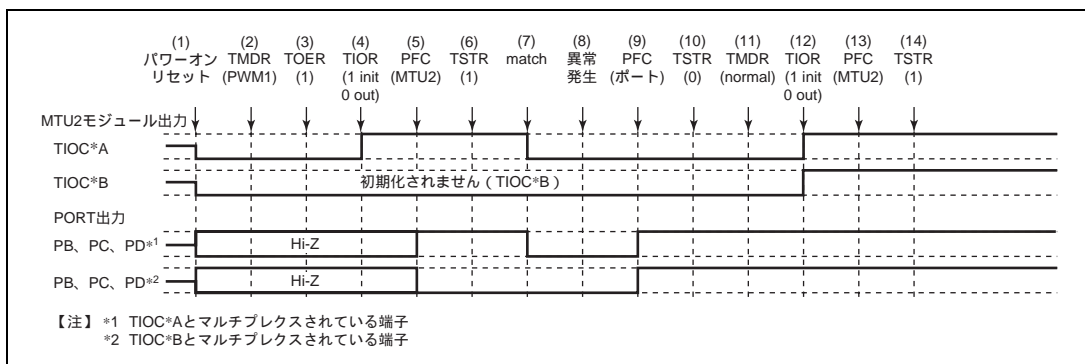

図 12.133 PWM モード 1 で異常が発生し、ノーマルモードで復帰する場合
PWM モード 1 で異常が発生し、再設定後ノーマルモードで再スタートする場合の説明図を図 12.133 に示します。
(1) ~ (10) は図 12.133 と共通です。
(11) PWM モード 1 で再スタートする場合には必要ありません。
(12) TIOR で端子を初期化してください (PWM モード 1 では TIOC\*B 側は初期化されません)。
(13) PFC で MTU2 出力としてください。
(14) TSTR で再スタートします。
(11) PWM モード 2 を設定します。
(12) TIOR で端子を初期化してください (PWM モード 2 では周期レジスタの端子は初期化されません)。
(11) 位相計数モードを設定します。
(12) TIOR で端子を初期化してください。
(11) 波形生成部の初期化のためノーマルモードを設定してください。
(12) TIOR で PWM モード 1 の波形生成部を初期化してください。
(13) TIOR で PWM モード 1 の波形生成部の動作を禁止してください。
(14) TOER でチャンネル 3、4 の出力を禁止してください。
(15) TOCR で相補 PWM の出力レベルと周期出力の許可禁止を選択してください。
(16) 相補 PWM を設定します。
(17) TOER でチャンネル 3、4 の出力を許可してください。
(18) PFC で MTU2 出力としてください。
(19) TSTR で再スタートします。